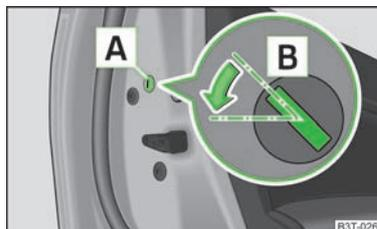

Fig. 17
- Smontare lo specchietto di cortesia **A** » fig. 17.